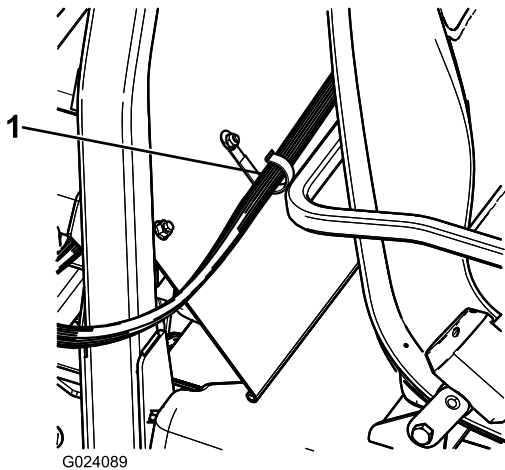

**Figura 21**
1. Instale 2 abrazaderas en J en la consola central en las posiciones indicadas en Figura 20 o Figura 21 usando los tornillos existentes.